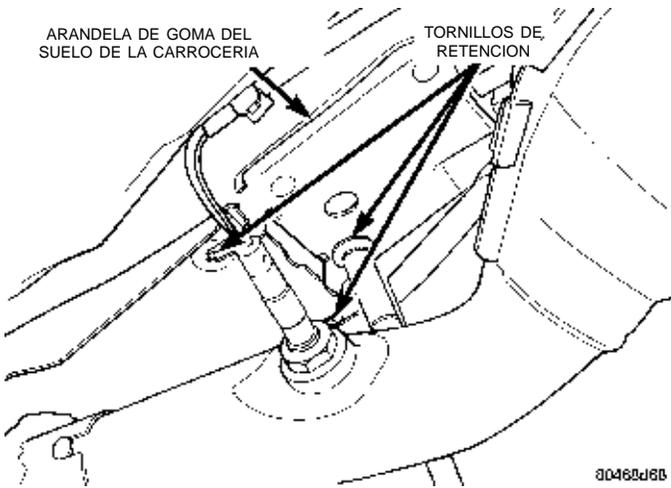

Fig. 14 Tornillo de retención de la arandela de goma (Bajos de la carrocería)
- (10) Desconecte los cables de cambios del cambiador. Haga palanca con igual fuerza sobre ambos lados de los casquillos aislantes del cable de cambios con el fin de no dañar dichos casquillos.
- (11) Levante el vehículo con un elevador. Retire el tornillo autorroscante que fija la placa de la arandela al protector contra el calor de los bajos del vehículo y al suelo de la carrocería (Fig. 14).
- (12) Separe los cables de los collarines de soporte de los mismos en el túnel encima del catalizador de escape.